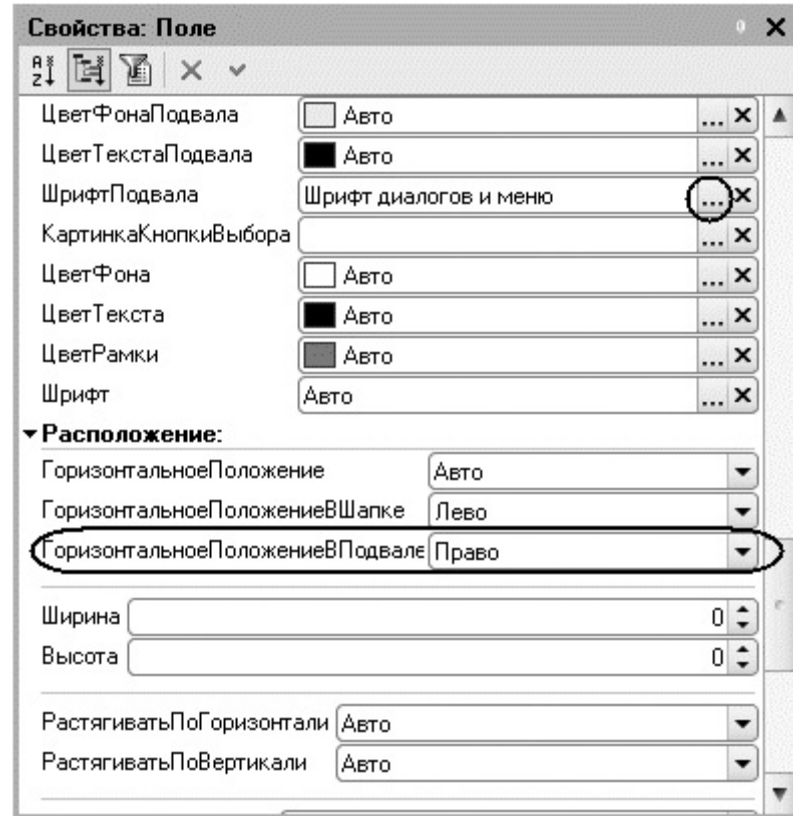

Рис. 8.19. Установка свойств колонки таблицы в подвале
- *Горизонтальное положение в подвале – Право* (рис. 8.19).